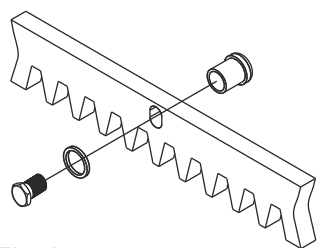

Fig. 9
5.2. Fixez les cliquets de support à chaque élément de crémaillère à l'aide des vis de blocage correspondantes, en faisant attention à les positionner dans la partie supérieure de la fente - Fig. 9